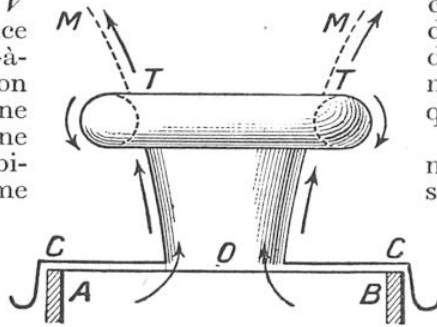
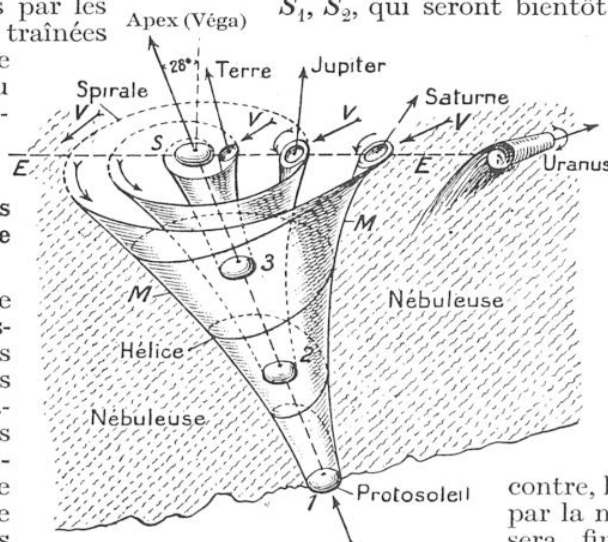
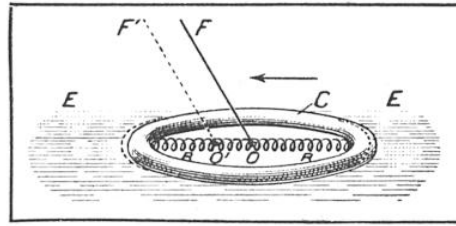

FIG. 12. — REPRODUCTION DU PHÉNOMÈNE DE TRANSLATION D'UNE SURFACE GAZEUSE DANS UN MILIEU RÉSISTANT AU MOYEN D'ANNEAUX DE FUMÉE
FIG. 13. — SCHÉMA DE LA FORMATION DU SYSTÈME PLANÉTAIRE PAR LE CHOC DU PROTOSOLEIL SUR LA NÉBULEUSE PRIMITIVE
FIG. 14. — EXPÉRIENCE DU CERCEAU FLOTTANT SUR L'EAU POUR EXPLIQUER LES EXCENTRICITÉS D'ORBITE
Tous les astres et systèmes sidéraux résultent du choc d'un sphéroïde gazeux S (fig. 13) en rotation sur une nébuleuse amorphe N, douée de translation et où le noyau S pénètre.
Comparons cette expérience avec la figure 13 représentant schématiquement la formation du système solaire primitif. La sphère gazeuse ou *protosoleil*, ayant un rayon égal à soixante-deux fois celui du Soleil actuel, heurte la nébuleuse N, le point de choc étant situé à 28° du pôle dans la direction de l'Apex (1) vers l'étoile Véga.
Ici, une expérience simple peut encore nous aider. Dans une boîte AB , produisons de la fumée de tabac ; abaissons brusquement le couvercle CC percé d'un trou rond O (fig. 12) de dix centimètres de diamètre. Nous lancerons ainsi dans l'air de grands anneaux de fumée qui se dilateront au fur et à mesure de leur progression de O en M . On démontre que la courbe MM est une courbe logarithmique. Les courbes limitant les contours apparents des nappes planétaires (fig. 13) émises en 1, 2, 3, seront aussi logarithmiques, car il est aisé de comprendre que ces nappes sont des projectiles gazeux (comme nos anneaux de fumée) dans le milieu résistant de la nébuleuse.
On voit sur la figure 13 que les courbes *MM* coupent l'écliptique *EE* sous des angles variés s'écartant de plus en plus de la direction de l'Apex. Or, ces angles sont précisément ceux que forment les axes de nos planètes avec l'axe de l'écliptique ; il y a donc une loi des inclinaisons des axes planétaires que voici :
n'ont jamais convaincu personne. Dans notre cosmogonie, la cause de la rotation directe des planètes voisines du Soleil est intuitive. En même temps, on comprend pourquoi, en général, il n'y a qu'une grosse planète par nappe ou anneau. La nébuleuse amorphe *N* a une composante de translation *V* d'arrière en avant (fig. 13), c'est-à-dire de sens opposé à la vitesse des nappes au moment où elles franchissent la ligne *SE*. La vitesse de celles-ci diminue par ce freinage ; elles ont donc tendance à tomber vers le Soleil, mais, rappelées en arrière de leur mouvement par l'attraction du reste de la nappe, elles s'enroulent dans le sens direct qui
Les excentricités d'orbite. — Mais pourquoi, dès l'origine comme actuellement, les planètes ne tournent-elles pas circulairement autour du Soleil, mais dans des orbites un peu excentrées (ellipses) ? Remplaçons la nappe circulaire par un cerceau C flottant sur l'eau (fig. 14), milieu résistant comme la nébuleuse ; remplaçons l'attraction du soleil O par des ressorts reliant au centre les points du cerceau. Puis, soumettons cet ensemble matériel à une traction oblique OF , par une corde attachée en O . Nous verrons OF se déplacer en $O'F'$, (ligne indiquée en pointillé) à cause de la résistance du cerceau au mouvement dans le milieu résistant : O' n'est plus au centre de cerceau. De même la translation S Apex est oblique au plan de tête des nappes planétaires (fig. 13). Il est évident qu'elles doivent être excentrées, leur centre de figure, à l'origine, étant à droite du centre solaire S , qui les entraîne dans l'espace.
Remarquons de suite que ces noyaux secondaires résultent d'un phénomène de *formation unilatérale* avec rotation, exactement comme celle des planètes du côté droit de la figure 13; d'autre part, la théorie que j'ai publiée en 1909 montre que les spires tournent dans le même sens que le noyau, et les mesures de Van Maanen ont confirmé nos prévisions seulement en 1916, alors que, jusque-là, tous les astronomes étaient convaincus que la rotation des spires se faisait en sens inverse ou n'existait pas. Aujourd'hui l'erreur est dissipée.